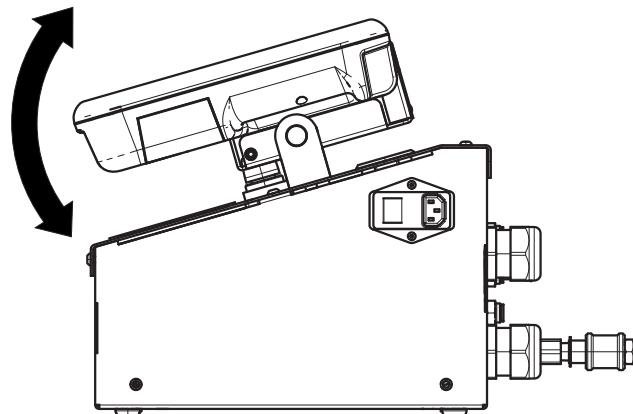

图 13
2. 调整 ADM 的角度以获得更好的观察效果。参见图 13。